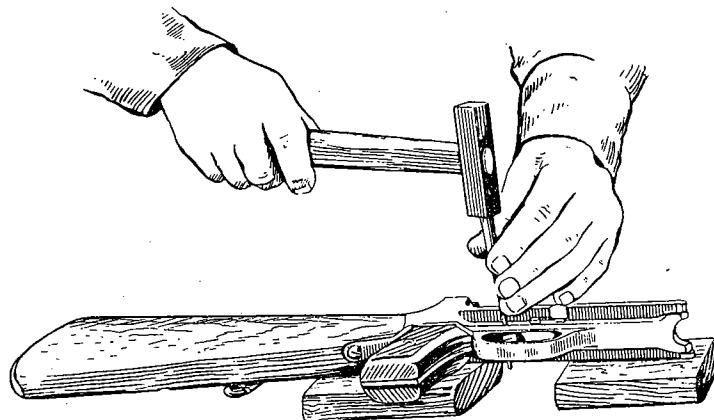

Рис. 63. Выбивание оси спускового крючка при помощи выколотки и молотка
- при помощи выколотки и молотка выбить ось спускового крючка (рис. 63) и отделить спусковой крючок, спусковой рычаг и пружину спускового рычага;